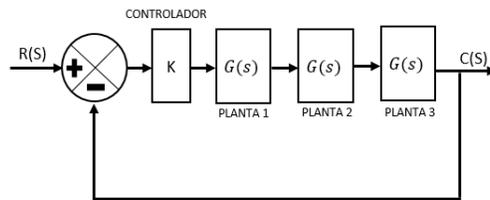

Figura 3. Respuesta del sistema de mezclado $G(s)$ ante entrada escalón.
3. Ahora se conectan tres sistemas mezcladores $G(s)$ en serie como se muestra en la figura 3, y se desea sintonizar un controlador PID.